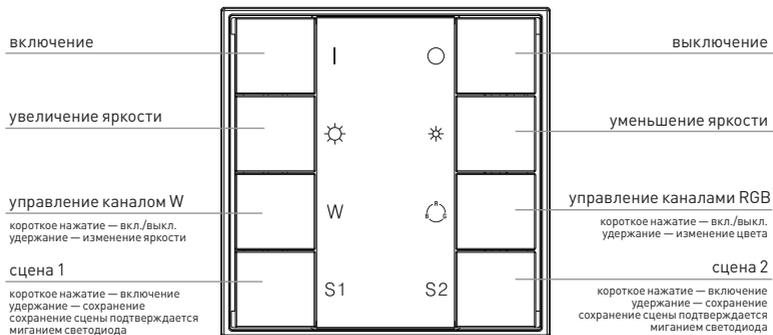

Рис. 2. Назначение кнопок
- 3.8. Проверьте управление с панели (Рис. 2).